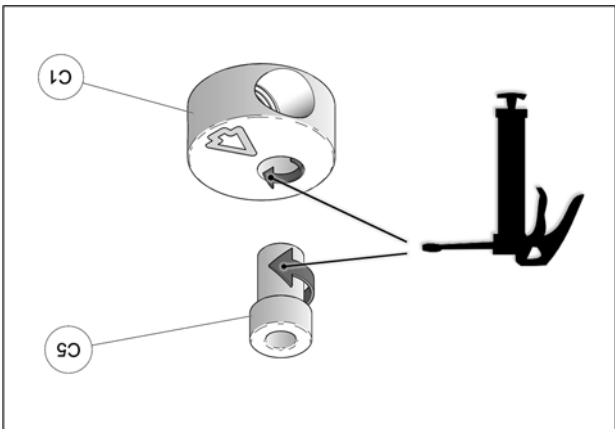

Fig. 18
11. À l'assemblage les bagues espaceurs (C5) doivent être graissées. Appliquer une couche de graisse uniforme sur toute la circonférence de la bague espaceur et dans le logement de l'extrémité en aluminium (C1). Voir la Fig. 18